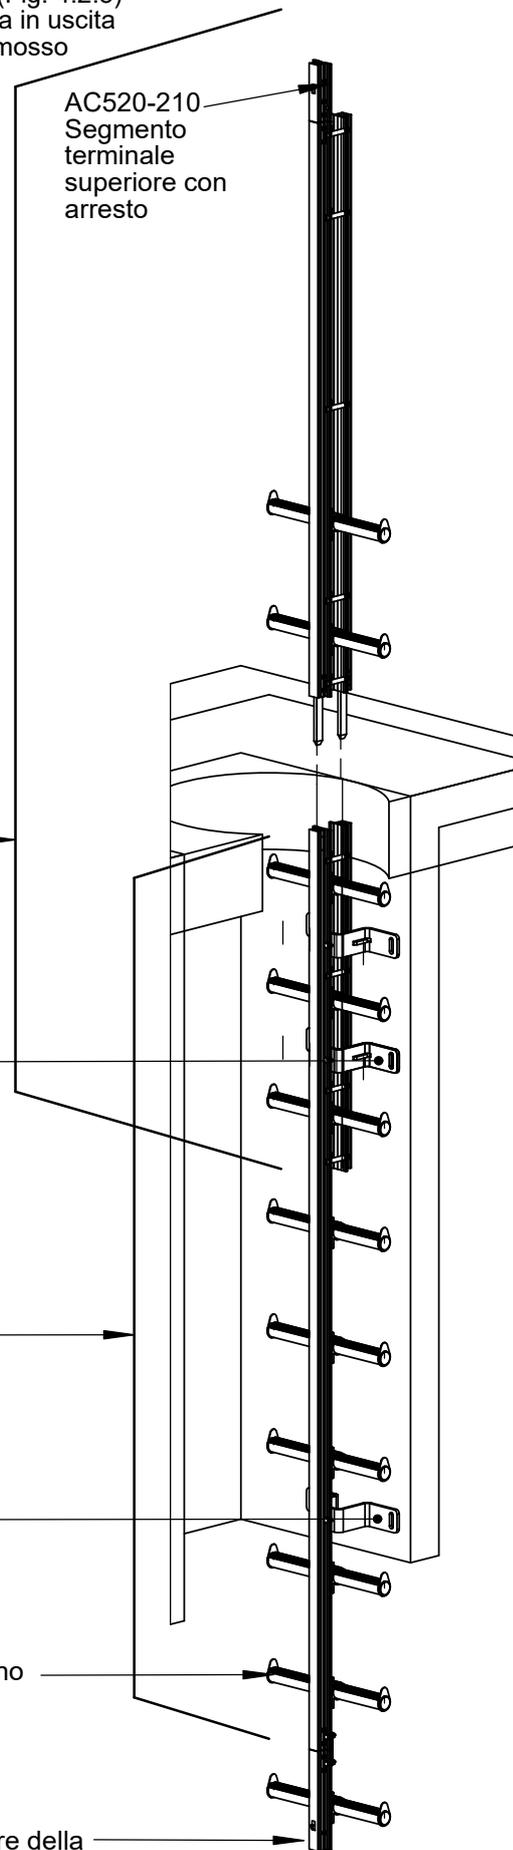

Fig. 4.2.5
4.2.5 CONFIGURAZIONE "E" - INSTALLAZIONE NEL CONDOTTO / LUCERNARIO (Fig. 4.2.5)